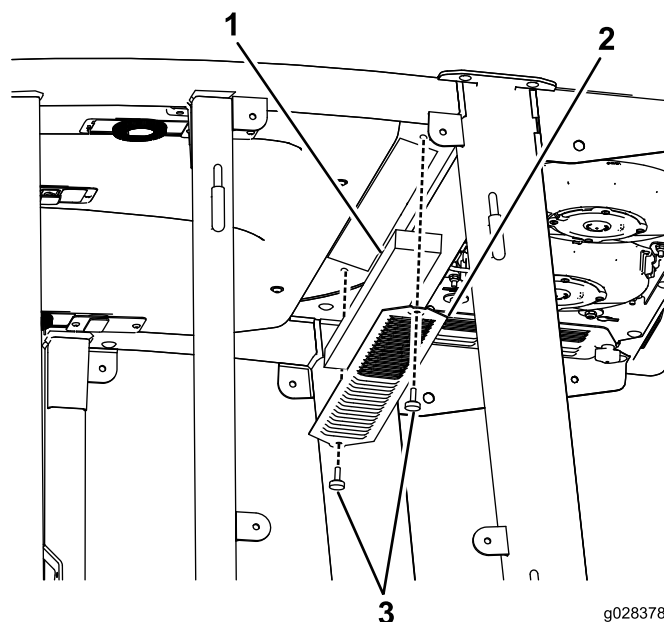
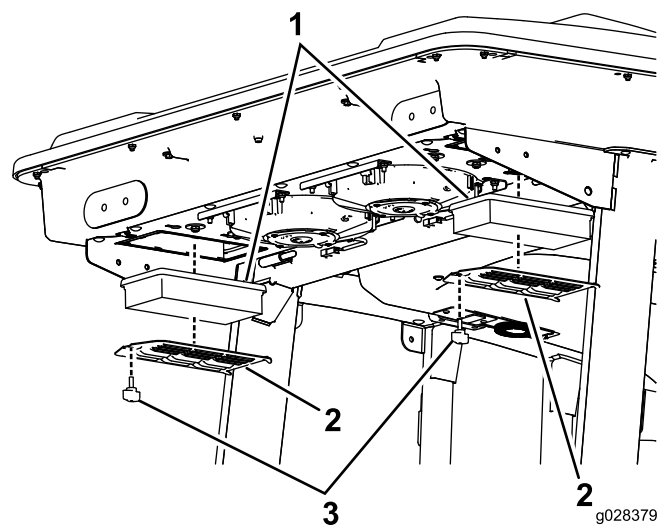

图 53
图 54
1. 拆下驾驶室内和驾驶室后空气滤清器的螺丝和格栅 图 53和图 54。